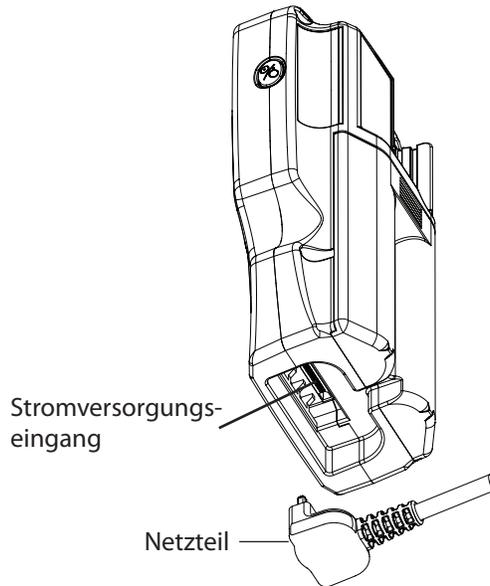
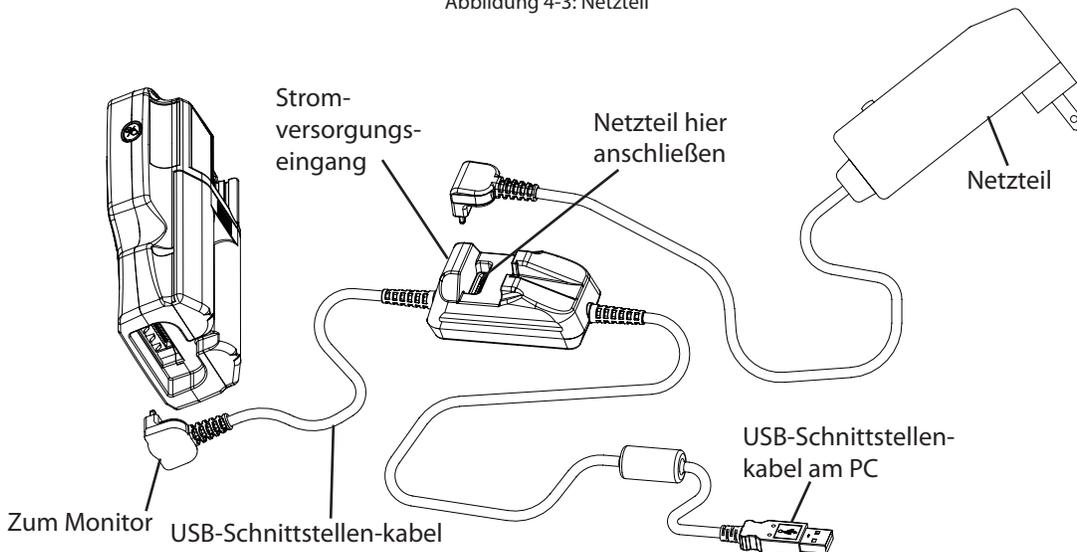

Abbildung 4-3: Netzteil
Abbildung 4-4: Verbindungskabel
- Das Netzteil kann direkt an das Oximeter angeschlossen werden. Siehe Abbildung 4-3.
- Das Netzteil lässt sich an das USB-Schnittstellenkabel WW1089 anschließen (Abbildung 4-4).
Das Netzteil lässt sich an das Oximeter (Abbildung 4-3) oder an das USB-Schnittstellenkabel WW1089 (Abbildung 4-4) anschließen.